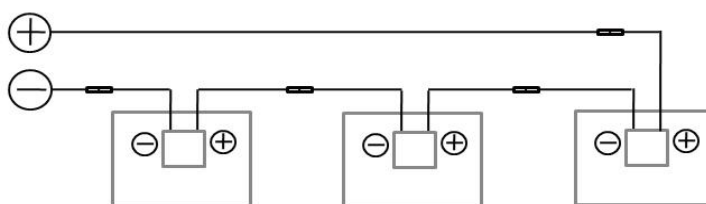
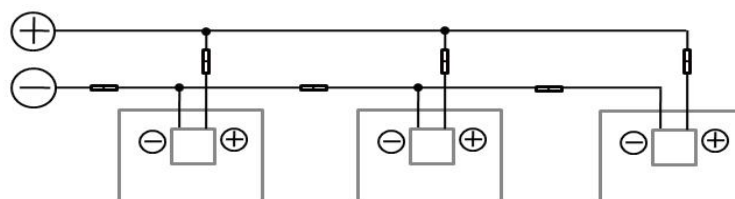
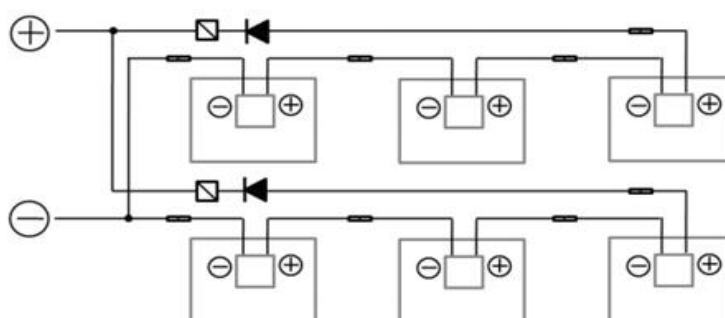

Figura 10-1 Conexión en serie
Figura 10-2 Conexión en paralelo
Figura 10-3 Conexión en serie-paralelo
- La corriente continua (CC) generada por el sistema fotovoltaico puede convertirse en corriente alterna (CA) y conectarse a la red eléctrica pública. Las políticas, leyes y normativas que estipulan los requisitos de instalación y conexión a la red en los sistemas fotovoltaicos pueden variar entre regiones. Por lo tanto, durante el diseño, la instalación y la conexión a la red del sistema fotovoltaico, cumpla con las políticas, leyes y normativas locales.
- Para garantizar el funcionamiento normal del sistema, a la hora de conectar módulos o cargas, asegúrese de que la polaridad de la conexión del cable sea la correcta. Si los módulos no están conectados correctamente, los diodos de bypass y las cajas de conexiones podrían dañarse. Los módulos fotovoltaicos pueden conectarse en serie (figura 10-1), en paralelo (figura 10-2) y en serie-paralelo (figura 10-3). El número de conexiones en serie o en paralelo ha de diseñarse de acuerdo con la configuración del sistema. Tenga en cuenta también que si el número de conexiones en paralelo es ≥ 2 , será necesario que haya un dispositivo de protección contra sobre corriente en cada cadena.